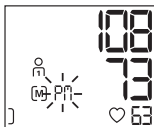

Afb. 1
- Nadat het desbetreffende gebruikersgeheugen is geselecteerd, verschijnt in het scherm het bijbehorende - of -symbool en een . De gemiddelde waarde van alle in dat geheugen opgeslagen gegevens wordt getoond (zie Afb. 1).